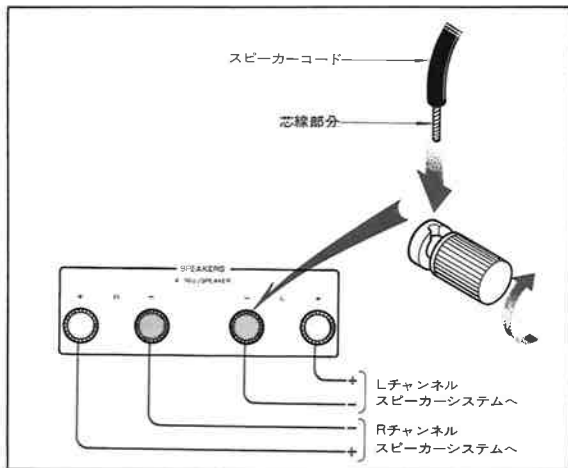

図1
- Lチャンネル（左側）のスピーカーシステムのコードを①側端子へ、Rチャンネル（右側）のスピーカーシステムのコードを②側端子に、極性(+, -)を確認して接続してください。（図1）極性をまちがえて接続すると、低音のそこなわれた不自然な再生音となってしまいますからご注意ください。